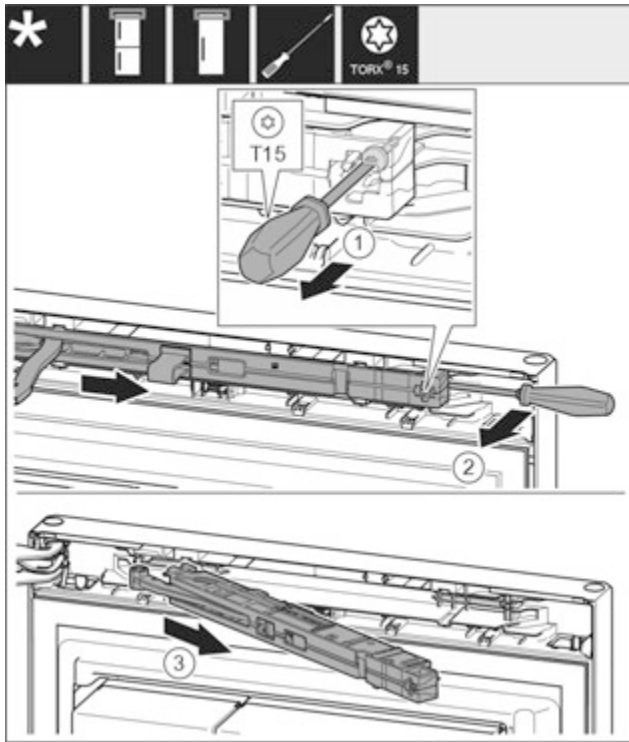

Fig. 11
- ▶ За допомогою викрутки T15 ослабте гвинт на демпферному вузлі приблизно на 14 мм. Fig. 11 (1)
- ▶ Переміщаючи викрутку з боку ручки за демпферний вузол, поверніть вузол уперед. Fig. 11 (2)
- ▶ Витягніть демпферний вузол. Fig. 11 (3)